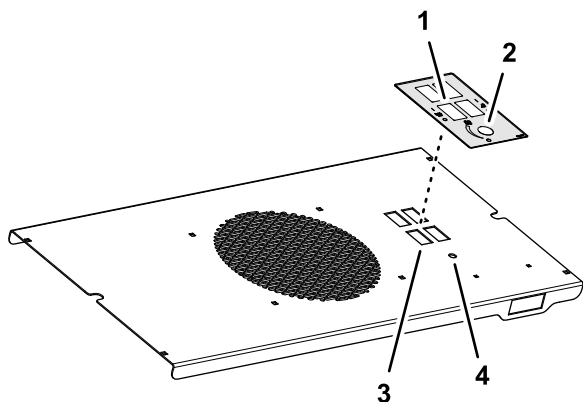

Figura 3
1. Rimuovete con cautela il rinforzo dall'adesivo (Figura 3).
2. Allineate le aperture rettangolari e il foro nell'adesivo con le aperture rettangolari e il foro nel pannello interruttori come illustrato nella Figura 3.